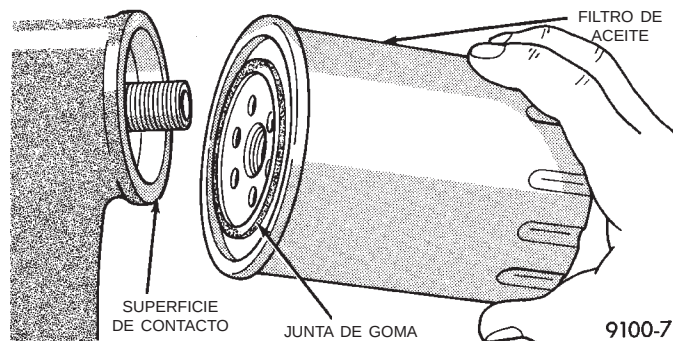

Fig. 10 Superficie de contacto del filtro de aceite—característica
- (4) Cuando el filtro se separa del racor del adaptador, incline el extremo de la junta hacia arriba para evitar que se derrame el aceite. Retire el filtro del vehículo.
- (5) Cerciórese de que la junta vieja salga con el filtro de aceite. Con un paño limpie el aceite y la suciedad de la superficie de contacto de la junta (Fig. 10).
- (2) Enrosque el filtro en el racor del adaptador. Cuando la junta toca la superficie de contacto, (Fig. 10) apriete manualmente el filtro una vuelta completa sin apretar en exceso.
- (3) Agregue aceite, verifique el nivel de aceite del cárter y ponga en marcha el motor. Inspeccione si existen fugas de aceite.